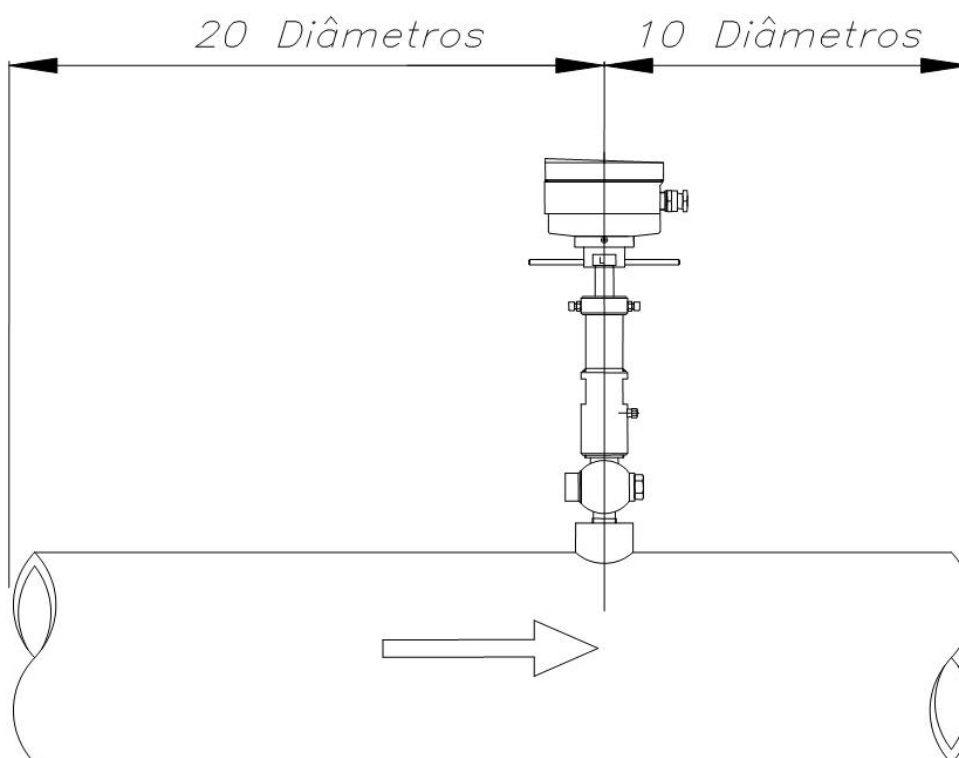

Figura 2
A linha deve manter um trecho reto no mínimo de 20 diâmetros nominais na montante e 5 diâmetros nominais na jusante, conforme **figura 2**.
- Seja obedecido o sentido do fluxo indicado no corpo do equipamento, para que os eletrodos fiquem, o máximo possível, perpendiculares ao fluxo (**Figura 2**);